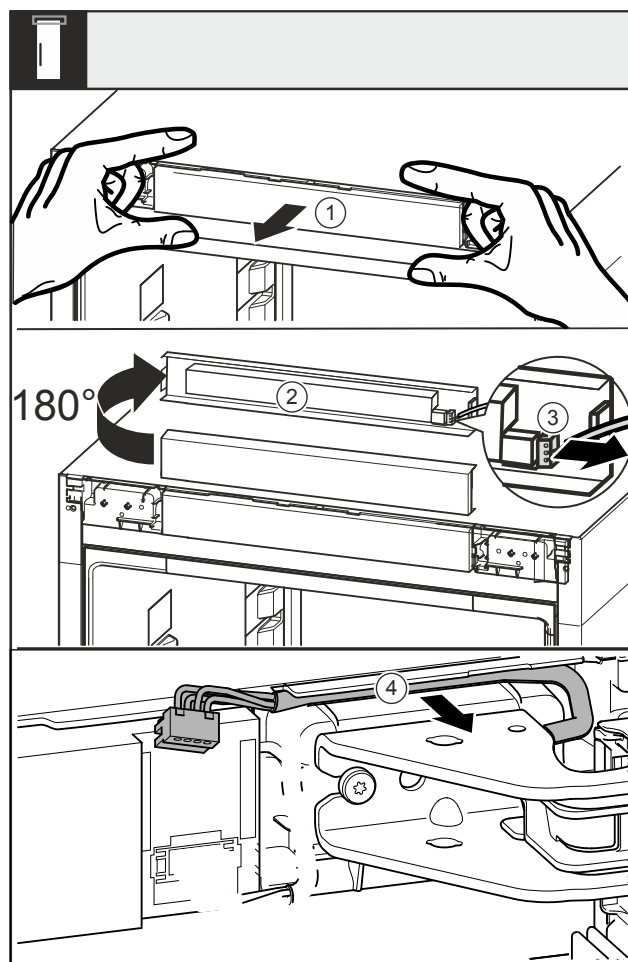

Fig. 6
- Paneel Fig. 6 (1) naar voren toe losmaken.
- Paneel Fig. 6 (2) naar boven toe 180° draaien.
- Vergrendelingslipje op de stekker Fig. 6 (3) naar achteren drukken en de stekker voorzichtig er uit trekken.
- Kabel Fig. 6 (4) middels lagerbok uit de geleiding losmaken.